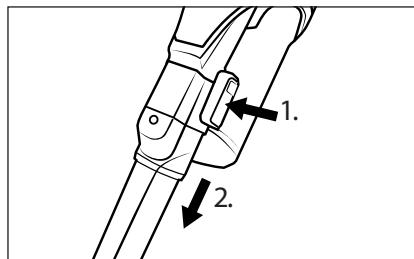

Fig. 15
- ◆ Per rimuovere gli accessori, tenere premuto il tasto di sblocco dell'accessorio e sfilare l'accessorio dal tubo di aspirazione ⑯ oppure dall'apertura di aspirazione dell'apparecchio (vedere fig. 15).